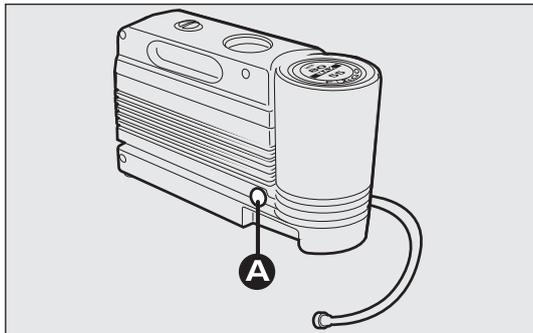

fig. 177
- spingere il tasto A-fig. 177 per il rilascio del ricambio;